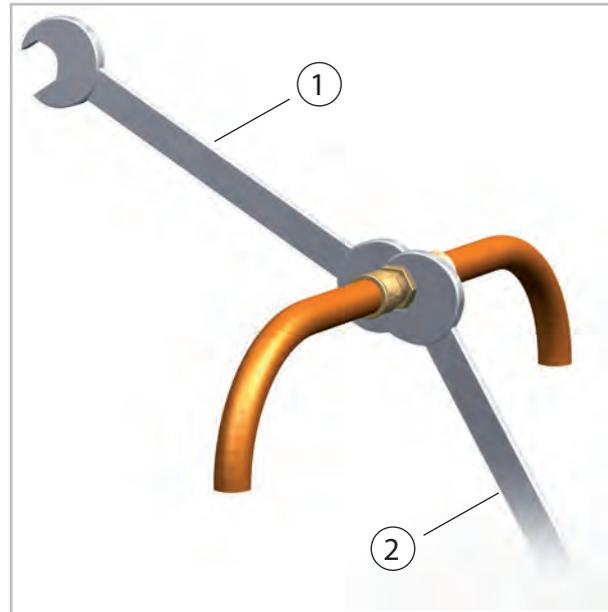

Fig. 40: Serrage des raccords vissés
11. ➤ Serrez ensuite définitivement les raccords vissés à l'aide de 2 clés plates de taille appropriée. Lors du vissage, utilisez toujours l'une des clés plates pour contre-serrer (Voir la Fig. 40).